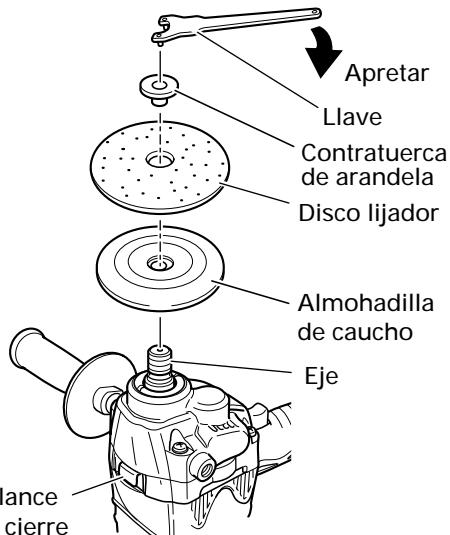

Fig. 4
Cerciórese de que el pasador de bloqueo esté desenganchado presionándolo dos o tres veces antes de conectar la alimentación de la lijadora de disco. (Fig. 4)
1. Montaje (Fig. 4)